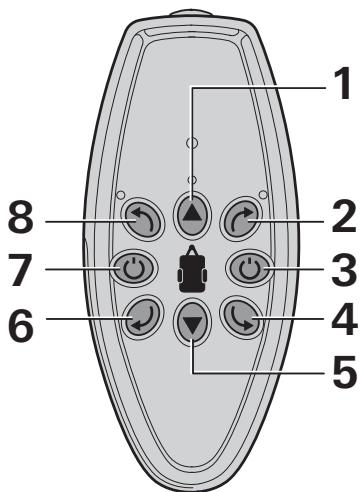
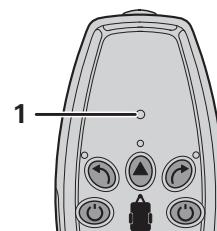

Bild 2
Bild 6
- Taste (Bild 2 - 7) auf der Fernbedienung drücken bis die LEDs aufleuchten (Bild 6 - 1).
! Die „Ausschalten“ Taste (Bild 2 - 3) der Fernbedienung dient auch als „Not-Aus-Schalter“. Bei Auffälligkeiten, z. B. unkontrolliertes Verhalten des GO2 muss die „Ausschalten“ Taste sofort gedrückt werden.
- Mit den Richtungstasten (Bild 2 - 1/2/4/5/6/8) den Wohnwagen in die gewünschte Richtung bewegen.
i Werden die gegenüberliegenden Richtungstasten (Bild 2 - 2/6 oder 4/8) gleichzeitig gedrückt, rotiert der Wohnwagen um die eigene Achse in der jeweiligen Richtung.
- Während der Fahrt (Vorwärts/Rückwärts) kann mit den Richtungstasten (Bild 2 - 2/8 und 4/6) die Fahrtrichtung geändert werden.
- Taste (Bild 2 - 3) auf der Fernbedienung drücken. Die LED Beleuchtung erlischt.